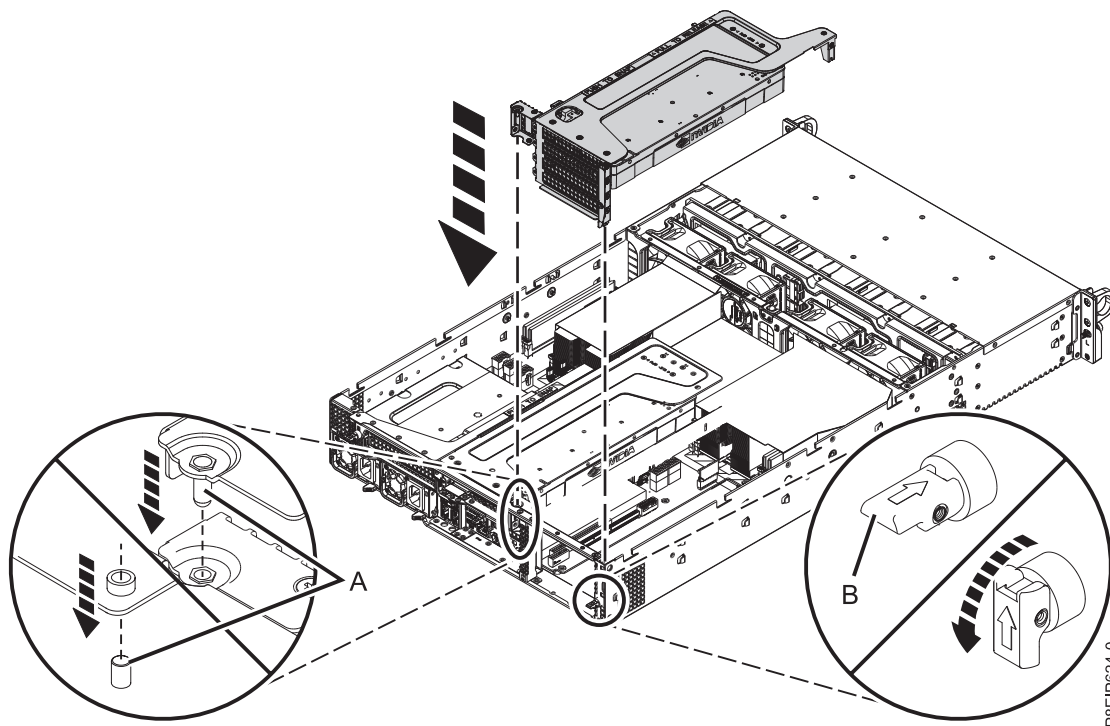

Figure 32. Insertion de l'unité de traitement graphique et du connecteur de bus
- d. Insérez l'unité de traitement graphique et le connecteur de bus PCIe comme indiqué dans la figure 32, à la page 31.